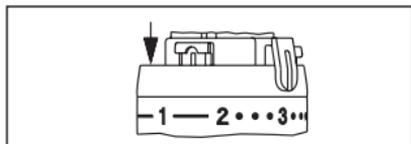

Fig. 8
- Per limitare la posizione di “minima temperatura”, una delle clip di limitazione dovrà essere inserita nella sede subito prima alla posizione «2» (Fig. 8).